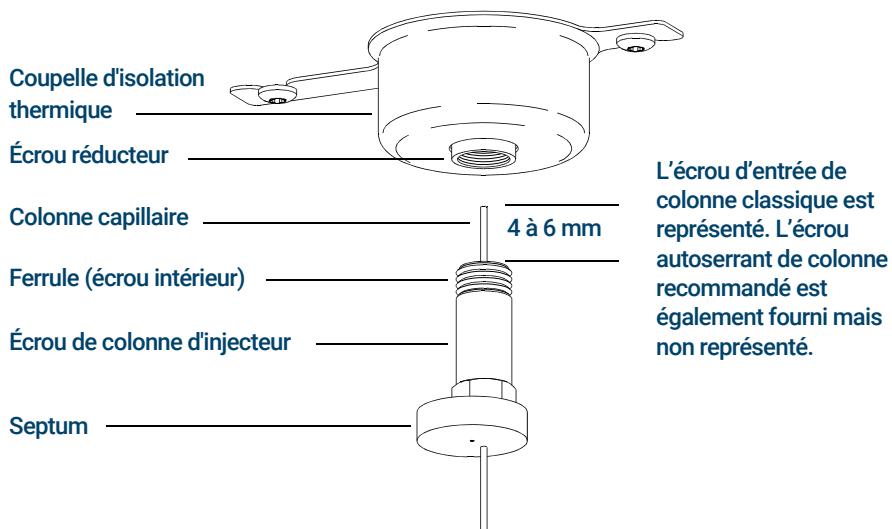

Figure 3. Installation d'une colonne capillaire dans un injecteur avec/sans division (split/splitless)
- 7 Positionner le septum sous l'écrou de colonne pour que cette dernière dépasse de 4 à 6 mm de l'extrémité de la ferrule. (Voir **Figure 3** page 44.)
Dans le cas d'un écrou de colonne standard (illustré dans la **Figure 3**), serrer l'écrou de 1/4 à 1/2 tour supplémentaire. Une traction modérée sur la colonne ne doit pas la faire glisser.